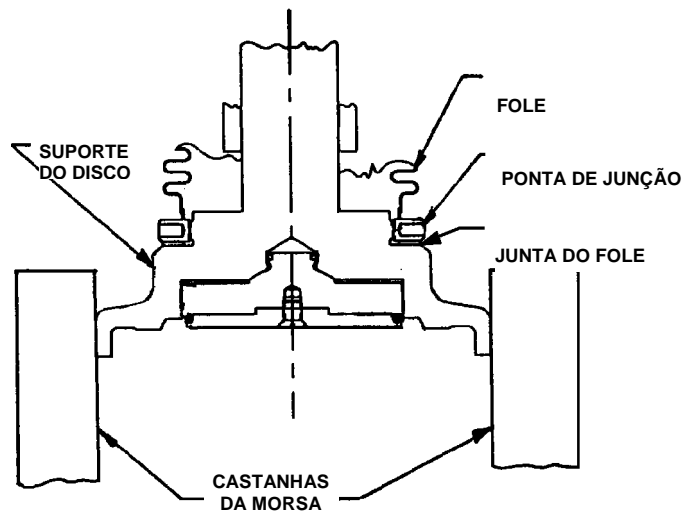

FIGURA 6
l) Somente para as válvulas com fole; prenda o suporte do disco em uma morsa (para os tamanhos maiores pode ser necessária uma morsa com 3 castanhas) conforme figura 6. Usando uma chave adequada desrosqueie a ponta de junção e o próprio fole do suporte do disco
m) Remova o anel do bocal (3) do bocal (2).
- Somente para as válvulas com fole; coloque o suporte do disco em uma morsa (para tamanhos grandes é necessário uma morsa com 3 castanhas), conforme mostrado na figura 6. Instale a junta do fole (29). Rosqueie o conjunto do fole no suporte do disco. Aperte com uma chave adequada.
- Monte o disco (8) e o suporte do disco (5).